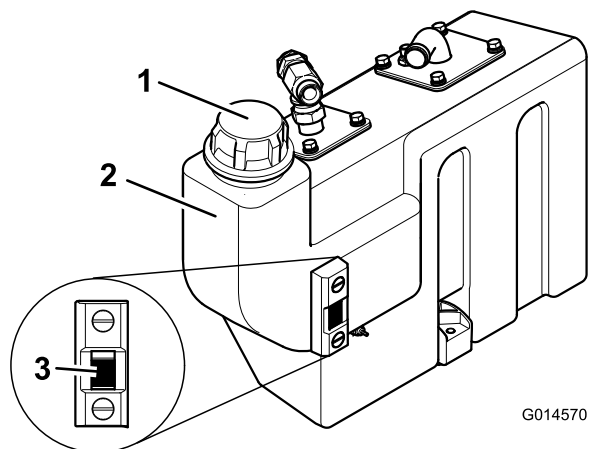

Bild 24
- Wenn Hydrauliköl benötigt wird, reinigen Sie den Bereich um die Abdeckung des Hydrauliktanks (Bild 24). Schrauben Sie den Tankdeckel ab.